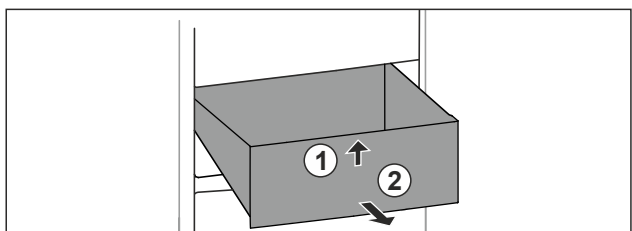

Fig. 93
- Lade aan de voorkant optillen. Fig. 93 (1)
- Lade naar voren toe verwijderen. Fig. 93 (2)